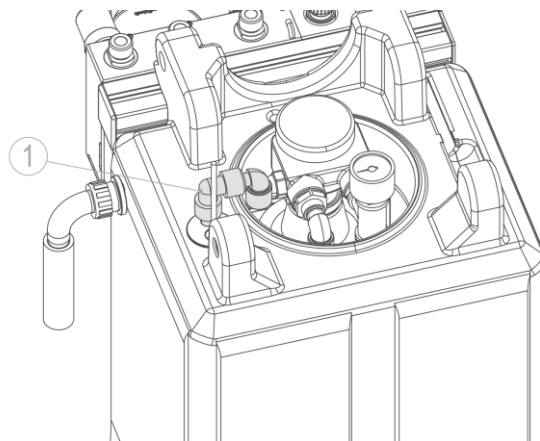

Fig. E-1 : Conduite de perméat AVRO TS
Démonter la conduite de perméat du réservoir collecteur (voir fig. E-1, E-2, pos. 1) et la diriger vers la canalisation avec un flexible séparé.
- Remonter la conduite de perméat sur le réservoir collecteur (voir fig. E-1).